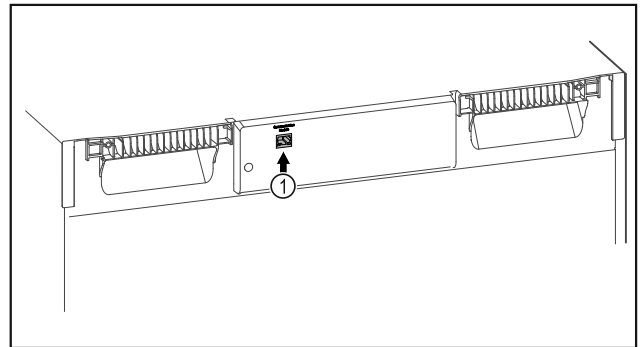

Fig. 85
- SmartModule Fig. 85 (I) je nasadený.